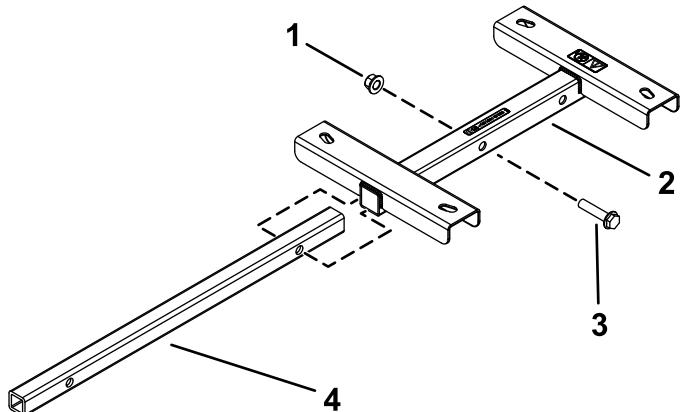

Bild 4
1. Setzen Sie die Rohrbefestigung in die Befestigung für die Schlauchtrommel ein, bis die Löcher in der Rohrbefestigung mit den vorderen Löchern in der Befestigung für die Schlauchtrommel ausgefluchtet sind (Bild 4).
Sicherungsmutter ($\frac{1}{2}''$) an der Befestigung für die Schlauchtrommel, wie in Bild 4 abgebildet.